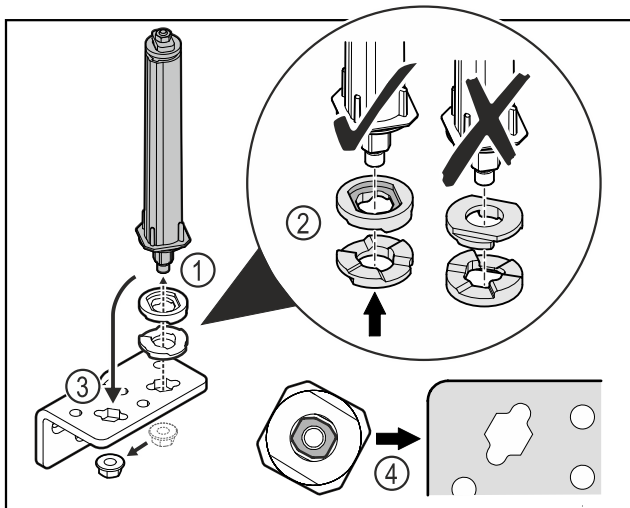

Fig. 41
- ▶ Lironi dadon dhe hiqni sistemin e mbylljes së derës Fig. 41 (1).
- ▶ Bëni kujdes për orientimin e saktë të rondelave të rregullimit të lartësisë Fig. 41 (2).
- ▶ Ktheni sistemin e mbylljes së derës në profilin e menteshës në anën tjetër dhe shtrëngojeni atë me dado Fig. 41 (3).
- ▶ Gjatë vendosjes, bëni kujdes për orientimin e saktë të sistemit të mbylljes së derës Fig. 41 (4).